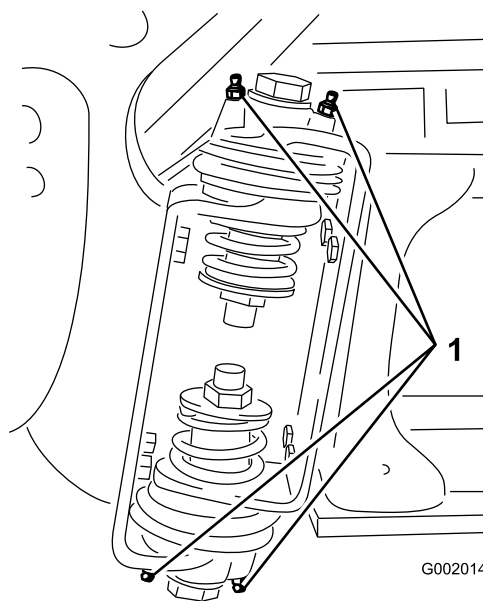

Figure 65
2. Injectez la graisse dans le roulement ou la bague au niveau de chaque graisseur (Figure 65).